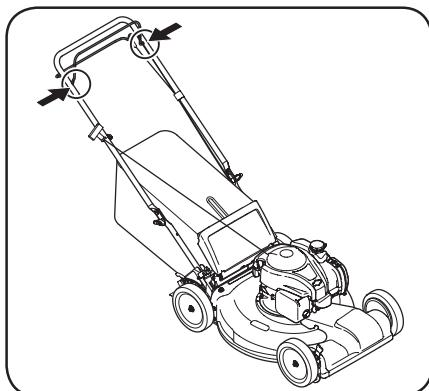

Figura 4-1
- Lubrique los puntos en la cuchilla y los controles de transmisión al menos una vez cada estación con aceite ligero. Estos controles deben funcionar libremente en ambas direcciones. Vea la Figura 4-1.